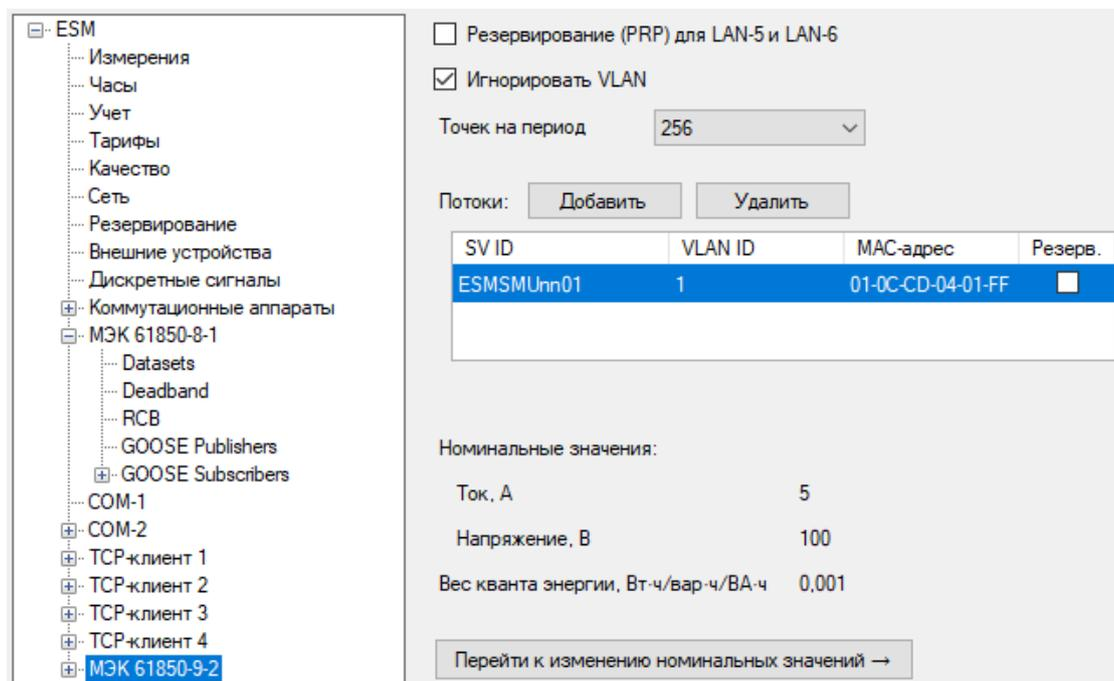

Рисунок 7.45. Вкладка настроек «МЭК 61850-9-2» ESM в ПО «ES Конфигуратор»
7.23.1 На вкладке «МЭК 61850-9-2» производится подписка модификации ESM-SV на SV-поток шины процесса (рис. 7.45).